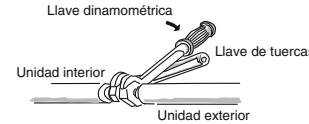

Fig. 5-6
- (1) Conecte firmemente la tubería del refrigerante del lado interior que se extiende desde la pared con la tubería del lado exterior.
- (2) Para apretar las tuercas abocardadas, aplique el par especificado (Fig. 5-6).
- Cuando extraiga las tuercas abocardadas de las conexiones de las tuberías o cuando las apriete después de haber conectado las tuberías, asegúrese de utilizar 2 llaves ajustables o llaves inglesas. (Fig. 5-6)